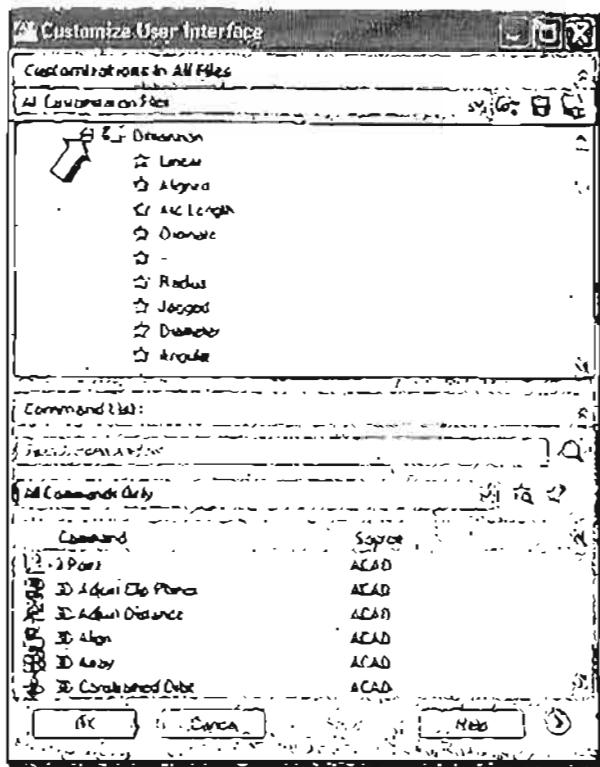

Рис. 1.41. Выбор и развертывание панелей инструментов для добавления кнопки
3. В раскрывшемся списке выберите панель Dimension (Размеры) и разверните список имеющихся на этой панели команд, щелкнув на знаке плюс (+) слева от строки Dimension (Размеры) (рис. 1.41).